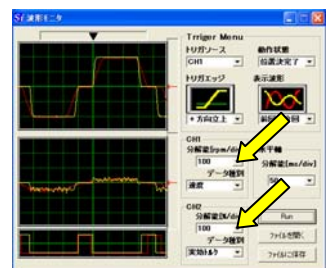

図10-3
- ⑨波形が表示されたら「CH1」、⑩「CH2」のレンジを切り替えて見やすいように変更してください。（図10-3）